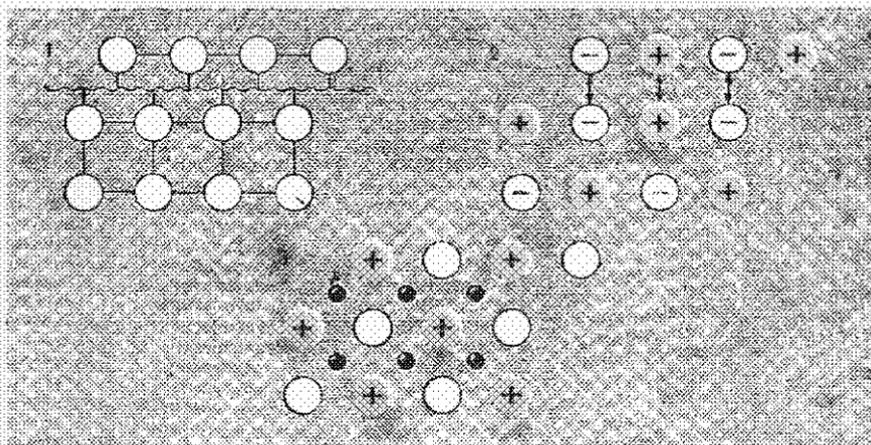

Рис. 118. Связь строения кристаллических решеток с механической прочностью соответствующих веществ:
*Кристаллические решетки, в узлах которых находятся положительные ионы и некоторое число нейтральных атомов, между которыми передвигаются относительно свободные электроны, называются металлическими (рис. 118). Связь, которую осуществляют эти относительно свободные электроны между ионами металлов, образующих кристаллическую решетку, называется металлической.*
**Ковкость и пластичность.** Многие металлы пластичны и обладают хорошей ковкостью, что также объясняется особенностью металлической связи. Так как ионы в металлической решетке друг с другом непосредственно не связаны, отдельные слои их могут свободно перемещаться один относительно другого (рис. 118, 3). Это свойство металлов используется при их механической обработке. Для сравнения на рисунке 118, 1 и 2 приведены атомные и ионные кристаллические решетки.